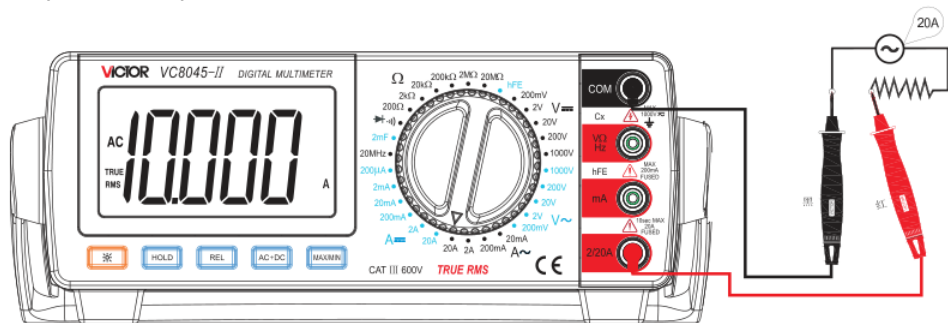

Рис. 3. Измерение тока. Подписи у щупов: чёрный / красный.
(2) Постоянный и переменный ток (рис. 3)